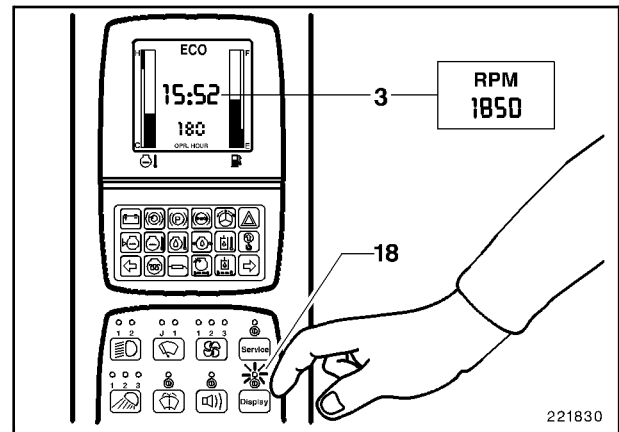

Fig. 2
Por medio de la tecla "Display" (18, Fig. 2) se pueden llamar en el display (3) las informaciones siguientes: